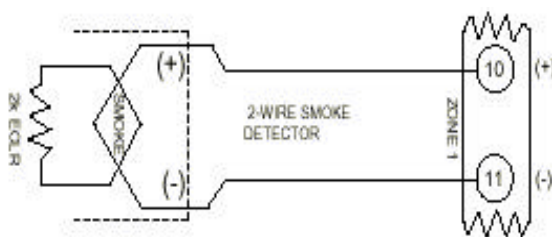

图 9： 防区 1 连接 2 线烟感探测器
- 2、 将探测器按图 9 所示连接到防区 1 上（端子 10~11）。